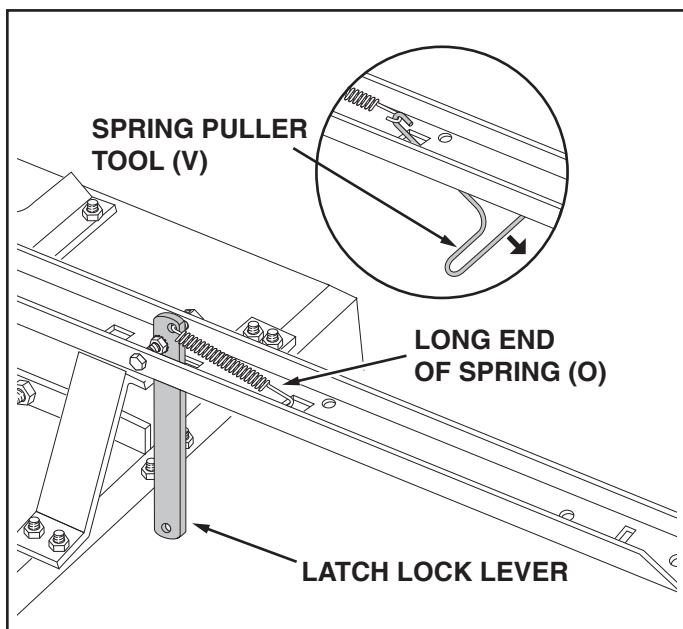

FIGURE 9
17. Hook the **short** end of the spring (O) into the hole in the latch lock lever. Use the spring puller tool (V) to hook the **long** end of the spring into the square hole in the tongue. The spring puller tool (V) can be stored when finished. See figure 9.
17. Accrocher le petit côté du ressort (O) dans le trou de la manette de verrouillage (3). À l'aide du tire-ressort (V), accrocher le grand côté du ressort dans le trou carré de la barre d'attelage (10). On pourra ranger le tire-ressort (V) une fois l'accrochage effectué. Voir la figure 9.